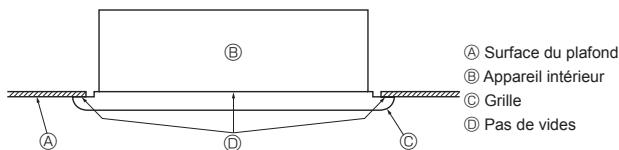

Fig. 7-4
- Régler la face avant de sorte qu'elle s'insère correctement dans l'angle entre le plafond et le mur et attacher les boulons de fixation ② (fournis avec la grille) aux quatre emplacements prévus à gauche et à droite, en les laissant légèrement desserrés.
- Serrer ensuite les boulons de fixation ② et les vis de fixation ③ aux trois emplacements centraux.
- Serrer finalement les boulons de fixation ② aux quatre emplacements à gauche et à droite.
- A ce stade, vérifier qu'il n'y a pas de vide entre l'appareil intérieur et la face avant ainsi qu'entre la face avant et la surface du plafond. Si des vides subsistent, l'air risque de s'infiltrer par ceux-ci et de provoquer la chute de gouttes d'eau. (voir Fig. 7-4)
- \* Serrer complètement les boulons ② et les vis de fixation ③.
### 7.4. Vérifications après l'installation (Fig. 7-4)